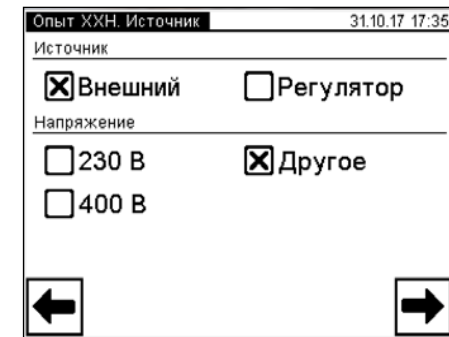

Рисунок 6.54
6) Вибрати варіант джерела живлення, для чого у вікні "Опыт КЗ. Трансформатор/Источник" (рисунок 6.66) в підрозділі "Источник" (рисунок 6.54) вибрати "Внешний", якщо планується використовувати нерегульоване зовнішнє джерело, або "Регулятор" для регульованого джерела